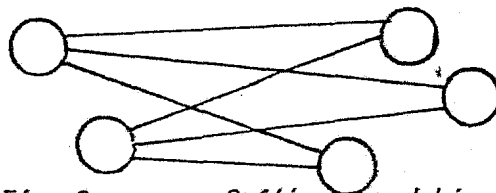

Fig. 3 Gráfica o red bipartita
- . Una gráfica bipartita es una gráfica dirigida en la que los nodos se encuentran divididos en dos subconjuntos, con todos los arcos de la gráfica uniendo a los nodos de un subconjunto con los nodos del otro. (Fig. 3- V)